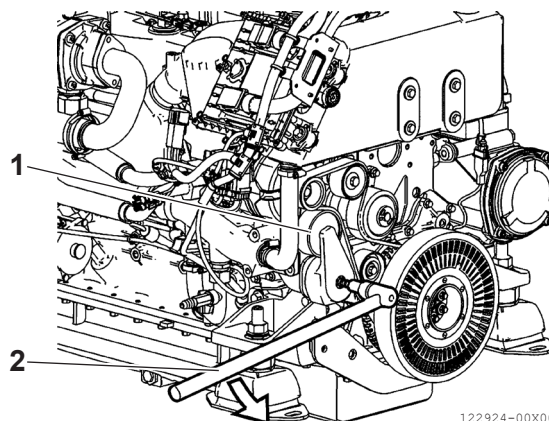

Figure 18
- En même temps, assurez-vous que le dispositif de tension (**Figure 18, (1)**) fonctionne correctement, en procédant comme indiqué sur la figure.